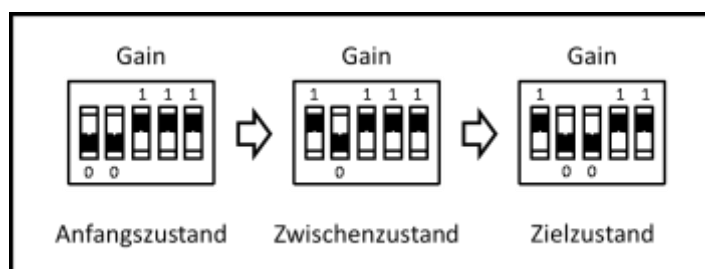

Abbildung 5: Beispiel Verstärkungswahl
- **Beim Wechsel der Verstärkung erst benötigte Schalter auf 1 stellen, danach ggf. Schalter auf 0 wechseln. Sonst besteht theoretisch Beschädigungsgefahr!** (s. Abbildung 5)